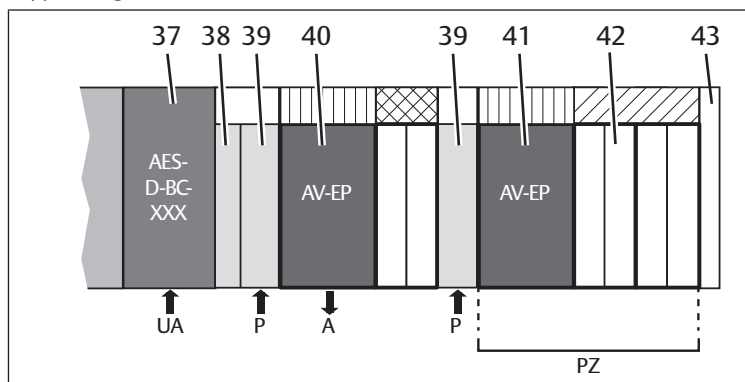

Abb. 12: Beispielkonfiguration
In Abb. 12 ist eine Beispielkonfiguration eines AV-Ventilsystems mit AES-Buskoppler dargestellt.
1. Stellen Sie durch eine pneumatische Einspeiseplatte (39) sicher, dass ein zusätzlicher Zu- bzw. Abluftanschluss vorhanden ist.
- Setzen Sie das AV-EP-Druckregelventil direkt angrenzend an die zu versorgenden Wegeventile (42) ein. Das AV-EP-Druckregelventil befindet sich dabei auf der Seite, die dem AES-Buskoppler (37) zugewandt ist (siehe Abb. 12, Druckzone PZ).
Um den maximalen Durchfluss des AV-EP-Druckregelventils zu erzielen, empfehlen wir eine pneumatische Einspeiseplatte (39) vor dem Druckregelventil (siehe Beispielkonfiguration in Abb. 12).
- Positionieren Sie den Einzeldruckregler (40) zwischen dem AES-Buskoppler (37) und dem Druckzonenregler (41), siehe Beispielkonfiguration in Abb. 12.